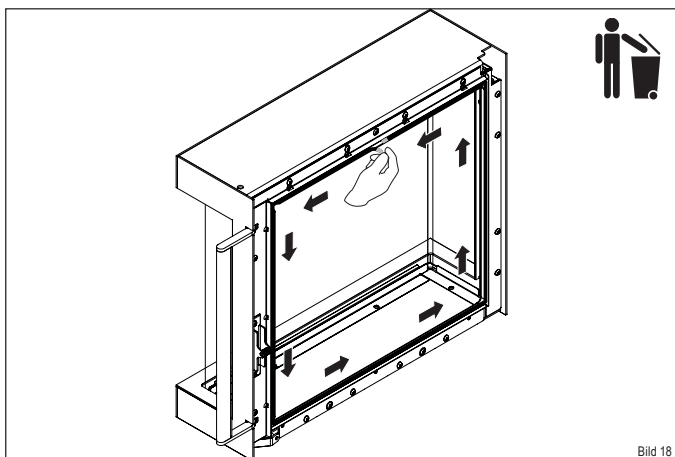

Bild 18
- ▶ **Ziehen Sie die alte Dichtung an einem der Endstücke aus der Führung heraus und entsorgen diese im Abfall (Bild 18).**